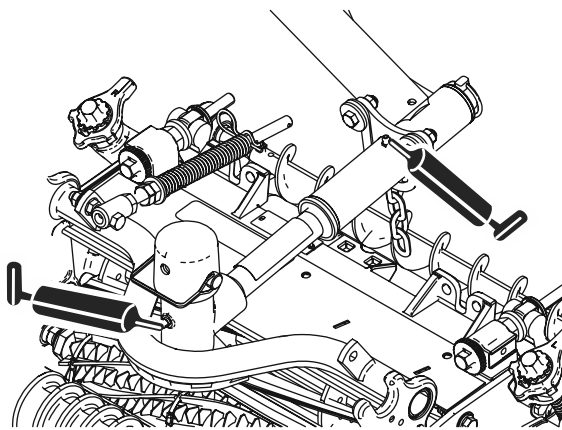

Figura 45
- Pivotes de las unidades de corte (2 en cada) (Figura 45)